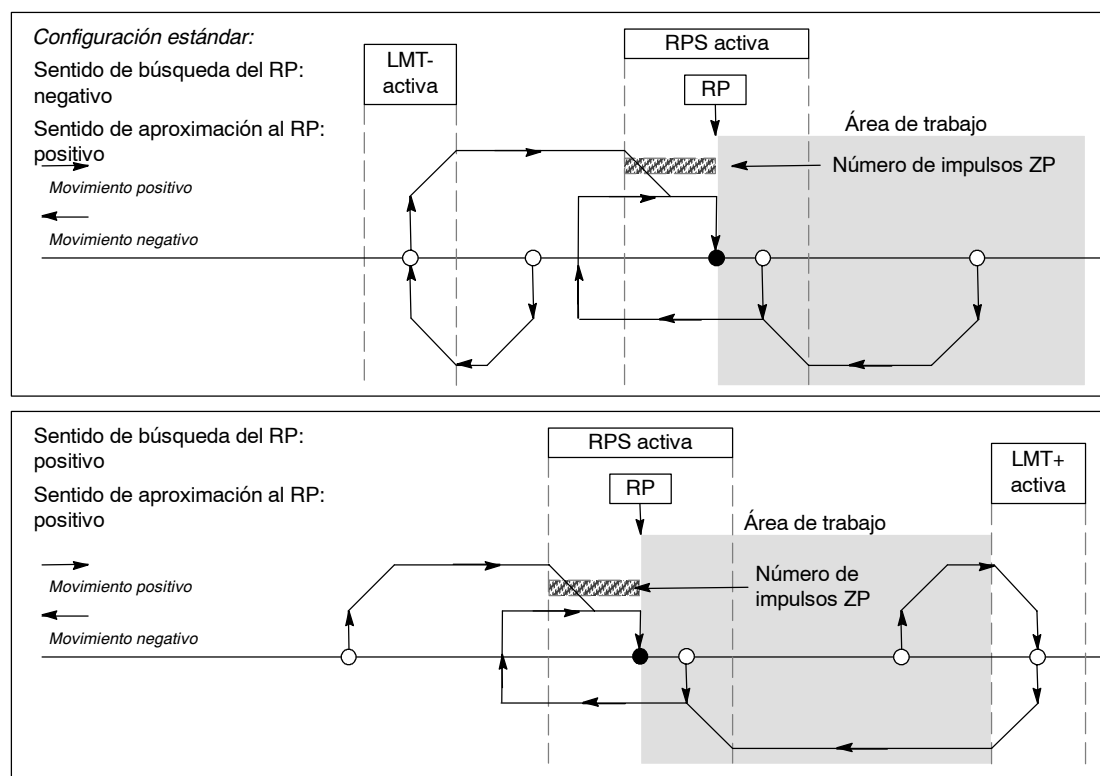

Figura 9-24 Modo 4 de búsqueda del RP
- ❑ La figura 9-24 muestra dos opciones del modo 4 de búsqueda del RP. En este modo, el RP se encuentra a un número determinado de impulsos cero (ZP) dentro del área activa de la entrada RPS.